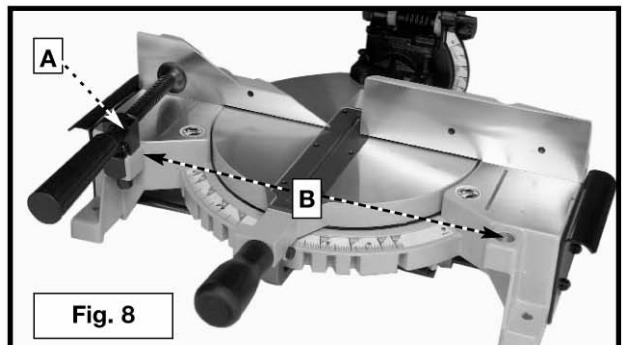

Fig. 8
Posicione a braçadeira de trabalho em um dos dois furos (B) Fig. 8 no lado esquerdo ou direito da base. Use essa braçadeira especialmente com peças de trabalho pequenas.